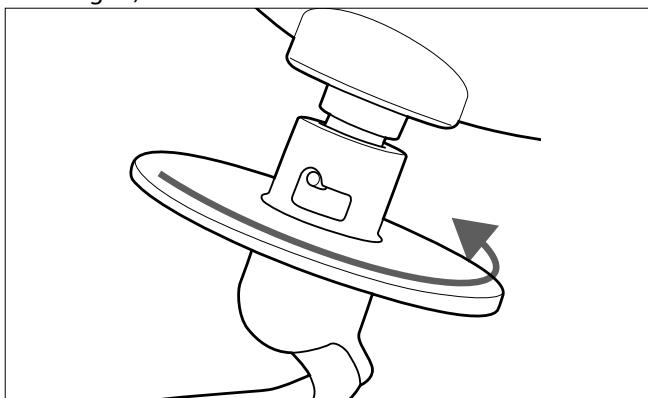

Fig. 7 – Fissare l'accessorio di mescolamento
- Spingere l'accessorio di mescolamento verso l'alto e ruotarlo in senso orario fino all'innesto. L'accessorio di mescolamento può essere inserito e ruotato correttamente solo se la sporgenza è inserita correttamente nella scanalatura di guida corrispondente (vedere Fig. 7).